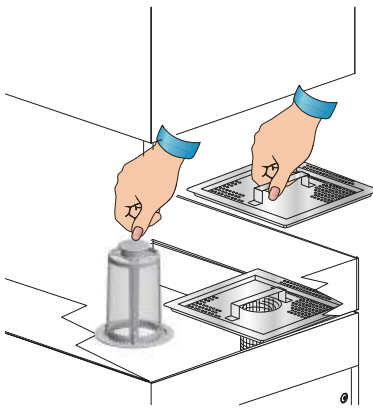

Abb. 1
• Kontrollieren, ob sich der Saugfilter der Pumpe ordnungsgemäß in seinem Sitz am Boden des Spülraums befindet (siehe Abb. 1).
• Oberflächenfilter einsetzen (siehe Abb. 1).